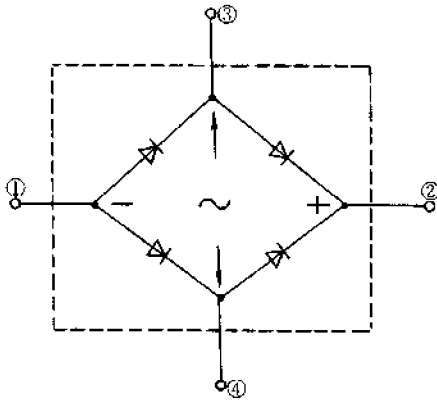

图 4-65 全桥组件内部四只二极管的接法
如图 4-65 所示,由于全桥组件内部的四只二极管是按桥式整流方式连接的,所以它共有
这种方法实际上是方法一的简化运用。测试时,可参见图 4-65 所示的全桥组件的结构图。首先将万用表置于  $R \times 10k$  挡,测量一下全桥组件交流电源输入端③、④脚的正、反向电阻值。由图 4-65 可以看出,无论红、黑表笔怎样交换测量,由于左右每边的两个二极管都有一个处于反向接法,所以良好的全桥组件③、④脚之间的电阻值都应均为  $\infty$ 。当四个二极管之中有一个击穿或漏电时,都会导致③、④脚之间的电阻值变小。因此,当测得③、④脚之间的电阻值不是  $\infty$  时,说明全桥组件中的四个二极管中必定有一个或多个漏电。当测得的阻值只有几千欧时,说明全桥组件中有个别二极管已经击穿。